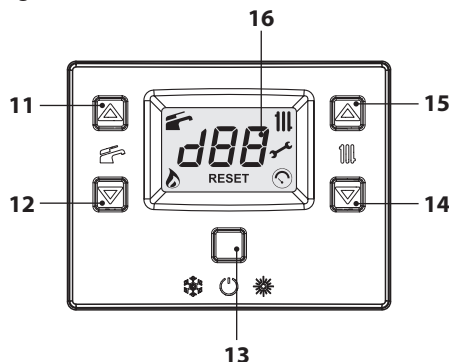

Figura 2.5
- Tenere premuto per 2 secondi il tasto 13 fino a far apparire sul display il simbolo  (Figura 2.5).
La temperatura dell'acqua calda di mandata riscaldamento è regolabile agendo sui tasti 14 (diminuzione) e 15 (aumento) (Figura 2.5) da un minimo di circa 38°C ad un massimo di circa 85°C. Alla prima pressione di uno dei due tasti si ha la visualizzazione del valore di "set", alla seconda pressione si accede alla modifica. Segnalazione data dal display LCD:
Comunque se la temperatura ambiente non dovesse essere confortevole si può aumentare o diminuire la temperatura di mandata dell'impianto riscaldamento di  $\pm 15^{\circ}\text{C}$  agendo sui tasti 14 (diminuzione) e 15 (aumento) (Figura 2.5).
La temperatura dell'acqua calda sanitaria è regolabile agendo sui tasti 11 (aumento) e 12 (diminuzione) (Figura 2.5) da un minimo di circa  $35^{\circ}\text{C}$  ad un massimo di circa  $60^{\circ}\text{C}$ . Alla prima pressione di uno dei due tasti si ha la visualizzazione del valore di "set", alla seconda pressione si accede alla modifica.